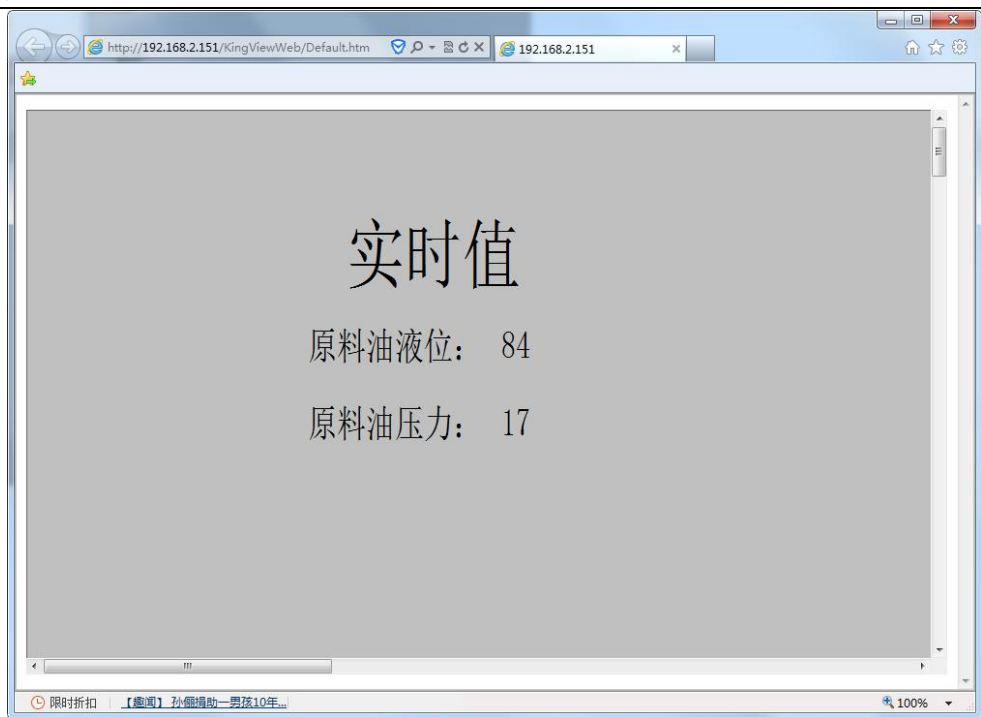

图 12-28 实时值显示画面
6、发布的 web 服务器中的工程在 IE 浏览器中运行起来了。如图 12-28、12-29 所示。在画面中可以点击切换按钮实现画面的切换。